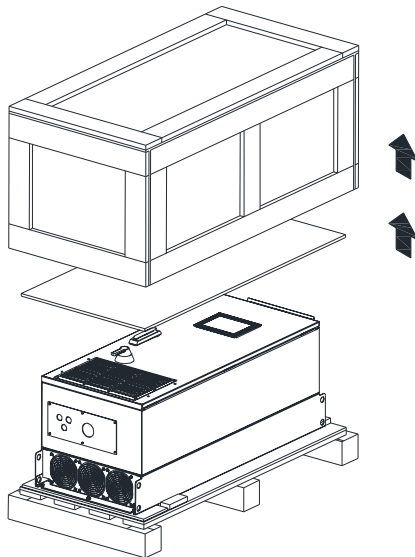

图 1-3
- 2) 拆除六片扣片后, 将木箱与 EPE 泡棉向上移除(如下图 1-3)。打开机种外盖手把后, 位于外盖内附使用手册及外盖钥匙(如图 1-4)。请自行保管好钥匙, 各机种仅附赠 2 把钥匙, 若遗失恕不再提供。